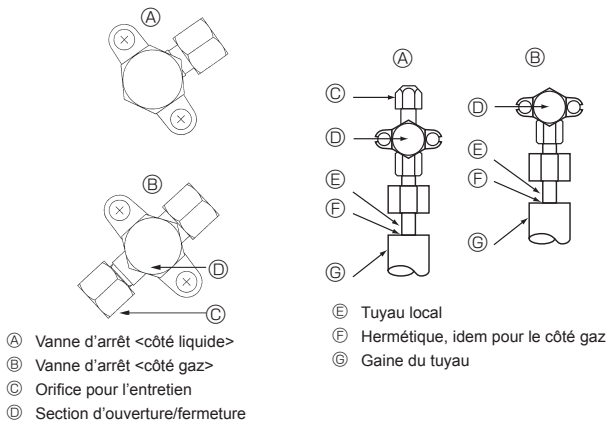

Fig. 4-5
4.4. Test d'étanchéité des tuyaux de réfrigérant (Fig. 4-5)